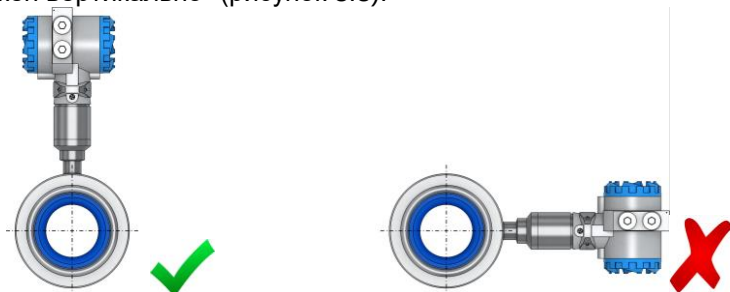

Рисунок 3.3 – Монтаж расходомера в горизонтальном трубопроводе
3.1.4.5 Монтаж ППР в горизонтальный трубопровод выполняется перпендикулярно продольной оси трубопровода. Расходомер должен быть расположен вертикально¹ (рисунок 3.3).